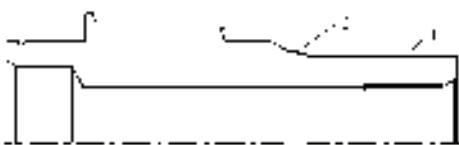
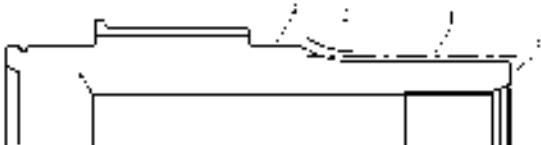
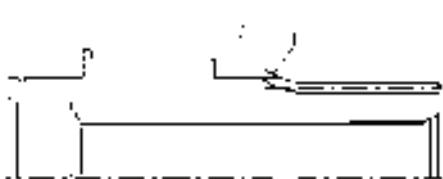
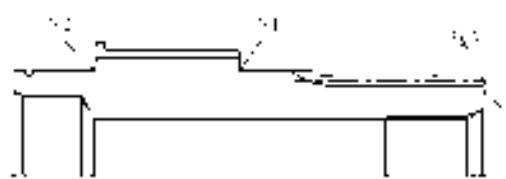

图 8-88 绘制内螺纹线后的轮廓线
图 8-89 偏移后的轮廓线
图 8-90 延伸后的轮廓线
图 8-91 修剪后的轮廓线
12) 将“细实线”图层设置为当前图层，单击“绘图”工具栏中的“直线”按钮 $\text{\square}$ ，以坐标点 (323,225)、(@0,22.5)、(@33,0) 绘制内螺纹线。修剪后的结果如图 8-88 所示。
14) 偏移直线。单击“修改”工具栏中的“偏移”按钮 $\text{\square}$ ，将图 8-88 所示的直线 1、弧线 2 向上偏移“3.75”，结果如图 8-89 所示。
15) 延伸直线。单击“修改”工具栏中的“延伸”按钮 $\text{\square}$ ，将图 8-89 所示的直线 3 延
伸到直线 1 上，将图 8-89 所示的直线 4 延伸到弧线 2 上。结果如图 8-90 所示。
16) 修剪对象。单击“修改”工具栏中的“修剪”按钮 $\text{F}$ ，以图 8-90 所示的直线 2 为剪切边，对弧线 1 处进行修剪，结果如图 8-91 所示。
按照设计要求对图 8-91 所示的直线 1 和直线 3 进行“C2”的倒角，点 1 和点 2 分别进行半径为“1.5”的圆角操作，结果如图 8-92 所示。